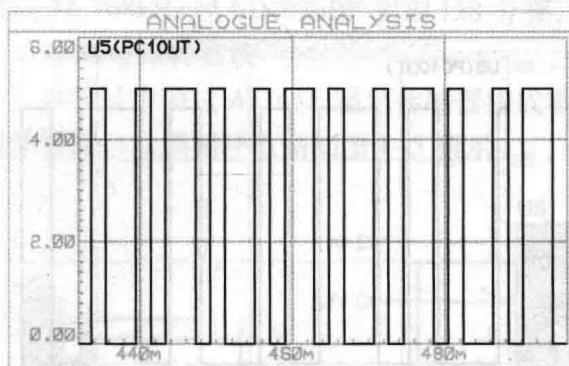

图 1-11 锁相环输出波形图 6
⑤ 输入比较信号为 64Hz 方波信号，如图 1-11 所示。